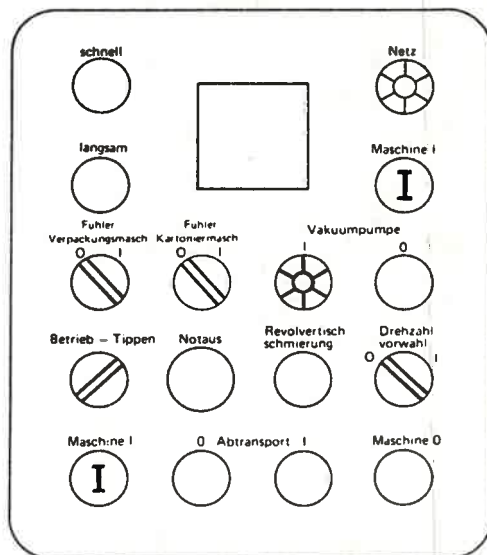

Bild 174
8. Durch gleichzeitiges Tippen der Taster „Maschine I“ (Bild 174) einige Hüllen herstellen. Hüllen aus den Zellen herausnehmen und die Faltung der Hüllen sowie die Plazierung der Codierung kontrollieren.